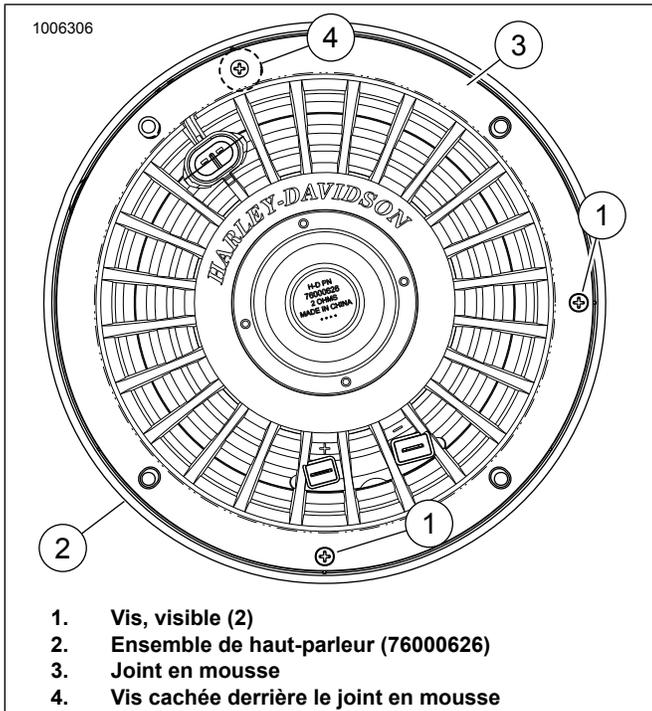
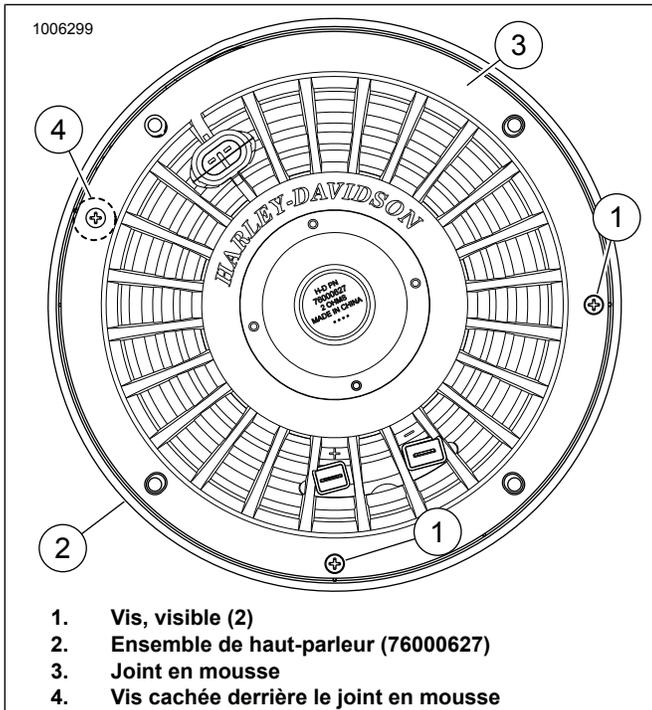

Figure 17. Ensemble de haut-parleur Stage II gauche
Figure 18. Ensemble de haut-parleur Stage II droit
Voir la figure 17. et la Figure 18. Repérer la vis cachée (4) sous la mousse. Réaliser avec précaution un petit « X » avec un couteau sur la vis.